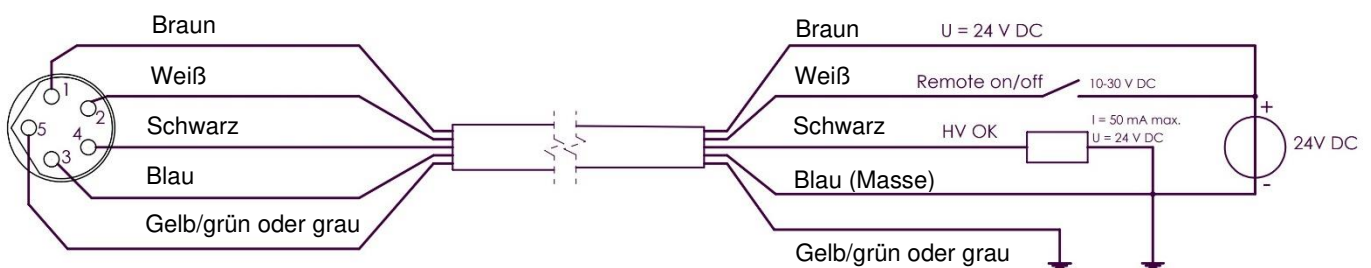

Abbildung 6: Vicinion-Verkabelung
- Schließen Sie die Verdrahtung gemäß Abbildung 6 an.